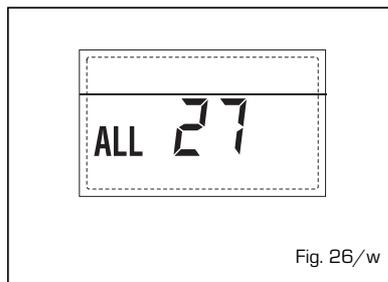

Fig. 26/w
- **ANOMALIA NUMERO SCHEDINI COLLEGATI "ALL 29"** (fig. 26/y)